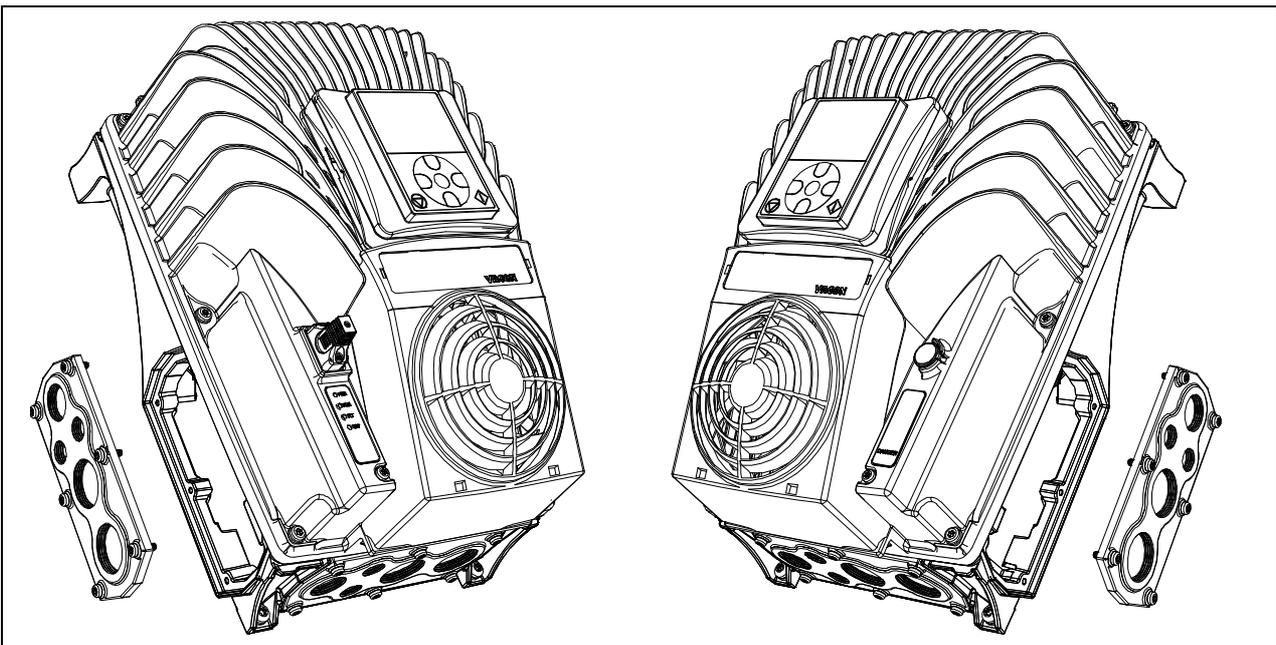

Abbildung 46. Die Kabeleinführungsplatte entfernen: Beispiel für Baugröße MM5.
- Die Kabeleinführungsplatte auf der linken Seite vom Umrichter entfernen, wenn der Netzschalter dort montiert werden soll. Andernfalls die Kabeleinführungsplatte auf der rechten Seite entfernen. Siehe Abbildung 46.